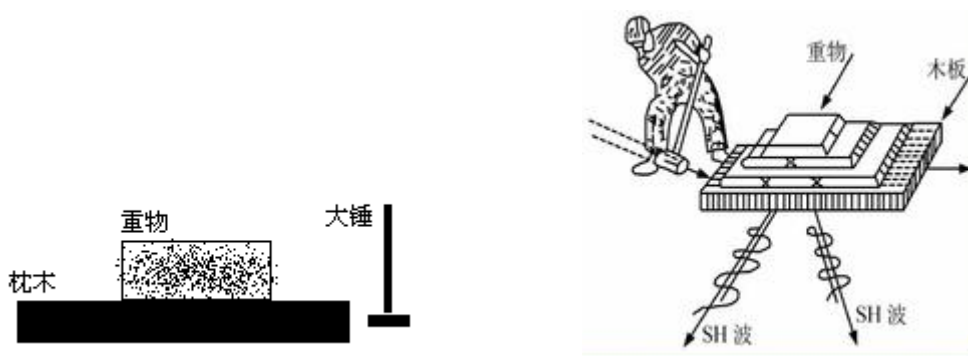

图1 大锤击板法
1、**大锤击板法**：（见图1）该方法比较方便、实用。它是将激振木板平放在离孔口1~3m处的地面，木板规格为：长度约2.5~3m，宽度不小于40cm，厚度不小于15cm，且两端宜包上一定厚度的铁皮或橡胶。木板安装时，宜埋入地面一定深度或木板底面直接嵌有一定长度的铁脚钉直接插入土中，再在木板上压以重物（500Kg以上，压上大卡车双后轮更好），使木板与地面紧密接触，除此之外，还可以在木板的四周打入1m以上的 $\Phi 22$ 钢筋以加固木板，以防止敲击时木板的滑移。再用铁锤（或铁球）沿板的纵向分别敲击板的两端，木板与地面耦合产生剪切力，使地层产生相应方向的剪切波。